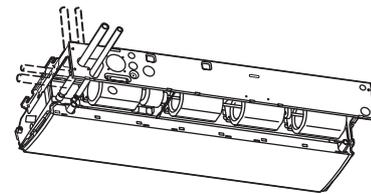

Fig. 3-19
- Las posiciones de las tuberías de refrigerante se muestran abajo. (los tubos se pueden tender en 3 direcciones) (Fig. 3-19)